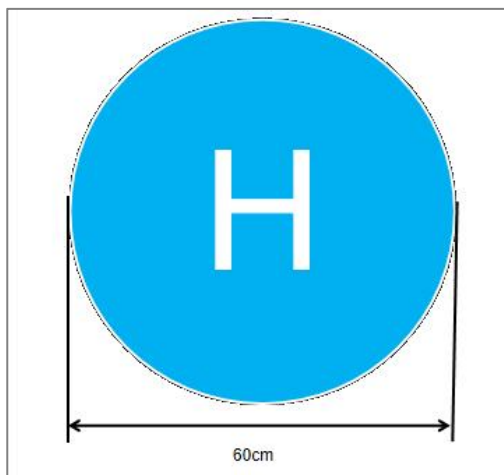
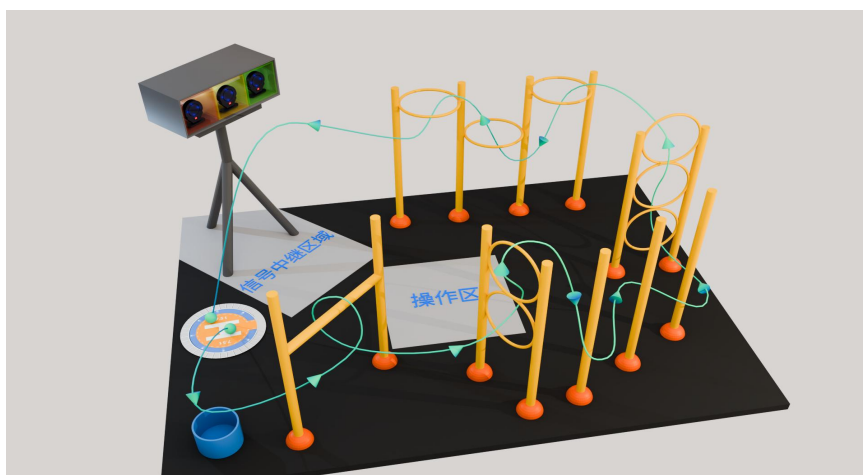

图2 起飞、降落平台
图 10 飞行路线示意图
(2) **任务道具：**包含起飞平台、精准补给区、拱门、双环、S弯、三环、高低高圆环、信号中继标靶等，样式见图2—图10。